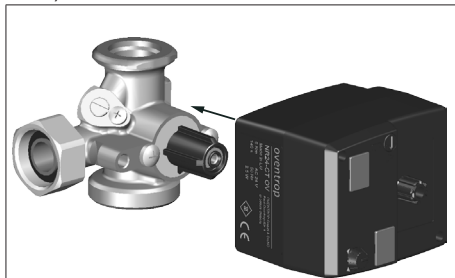

Abb. 4: Stellmotor aufsetzen
4. Setzen Sie den Stellmotor (Position 3 in Abb. 1 auf Seite 7) auf den Adapter (siehe Abb. 4 auf Seite 10).